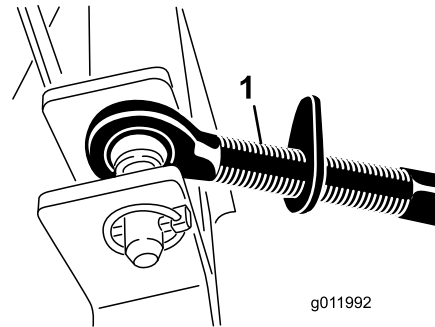

Figura 5
1. Ligue a articulação superior aos orifícios no suporte do soprador e prenda-a com o passador de forquilha e o pino de sujeição (Figura 5).
4. No comprimento mais curto do veio, as duas metades do veio da tomada de força têm de ter, pelo menos, 37 mm de espaço adicional para desabar (Figura 5).